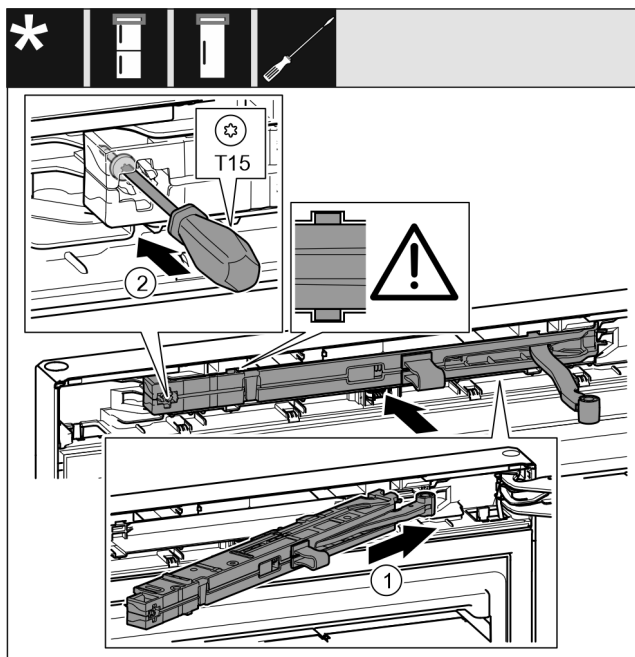

Fig. 20
- ▶ Skub lukkedæmperenheden på hængselkonsolsiden skråt ind i åbningen indtil anslag. *Fig. 20 (1)*
- ▶ Stram skruen med en skruetrækker T15. *Fig. 20 (2)*